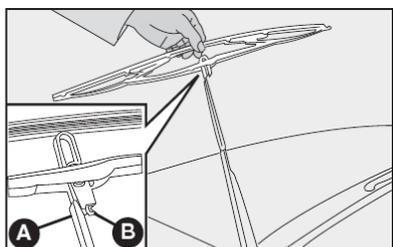

fig. 14
## Substituição das palhetas do limpador do para-brisa - fig. 14
2) Tirar a palheta apertando a trava **B**-fig. 14 na haste **A** e simultaneamente empurrando-a para baixo; a seguir, desengatar a palheta da haste **A**;